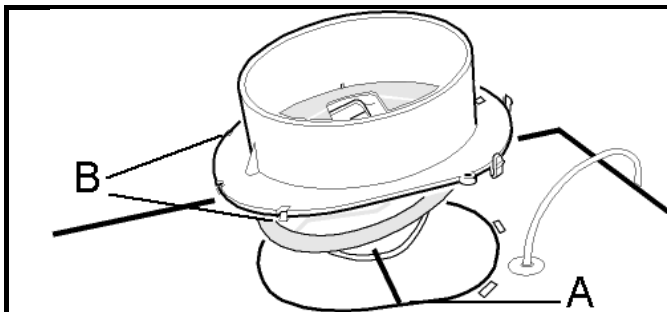

Fig. 2
Før hetten plasseres, må tilkoblingsstussen (som ligger inni hetten) monteres (jfr. fig. 2). Dette gjøres ved å plassere spjeldakslingen, A, under spjeldlokket, samtidig som festene, B i framkant på stussen kommer under platekanten. Stussen trykkes deretter på plass og festes vha. "snapp-låsene".
Före kåpan monteras, ska anslutningstosen (som ligger inuti huven) på monteras (fig.2). Detta görs genom att montera tätningen, A, under spjällloppet, samtidigt som fästerna, B i framkant på stosen placeras under kanten. Stosen trycks därefter på plats och fästs vis snäpplåsen.
Montieren Sie das mitgelieferte Anschlußstück bevor sie die Dunstabzugshaube montieren (fig.2): Positionieren Sie die Achse der Klappe (A) unter den Deckel. Vergewissern Sie sich, daß die Fix-punkte (B) auf der Unterseite sind. Drücken Sie das Anschlußstück auf, bis die Fixpunkte eingerastet sind.
Mount the duct connector (provided) before installing the cookerhood (see fig. 2). This is done by positioning the damper axle, A, under the damper lid. Make sure that the fixing devises, B, are placed under the edge of the plate. Press the connector into position and fix by means of the snap locks.